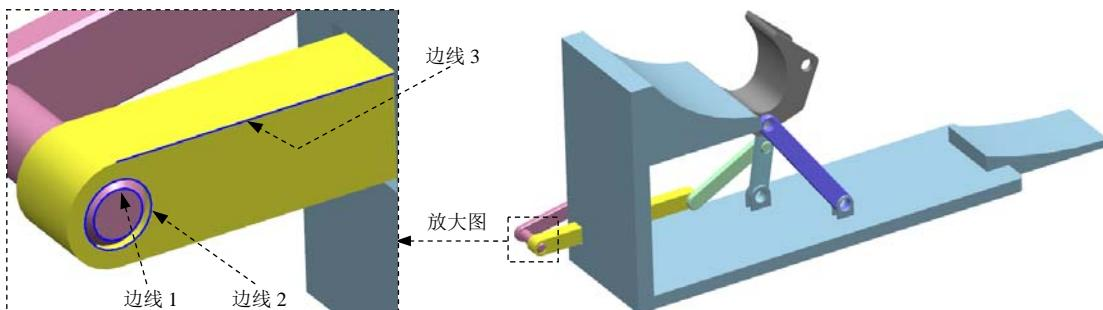

图10.2.5 定义运动副
(1) 在“运动副”对话框**定义**选项卡的**类型**下拉列表中选择**共线**选项；在模型中选取图10.2.5所示的边线1为参考，系统自动选择连杆、原点及矢量方向。
(2) 在“运动副”对话框的**基本**区域中选中 **喷合连杆**复选框；单击**基本**区域中的**\*选择连杆①**按钮，在模型中选取图10.2.5所示的边线2为参考。
(3) 单击**应用**按钮，完成运动副的添加。
Step9. 定义滑动副(一)。在“运动副”对话框**定义**选项卡的**类型**下拉列表中选择**滑动副**选项；在模型中选取图 10.2.5 所示的边线 3 为参考，系统自动选择连杆、原点及矢量方向；单击**应用**按钮，完成运动副的添加。